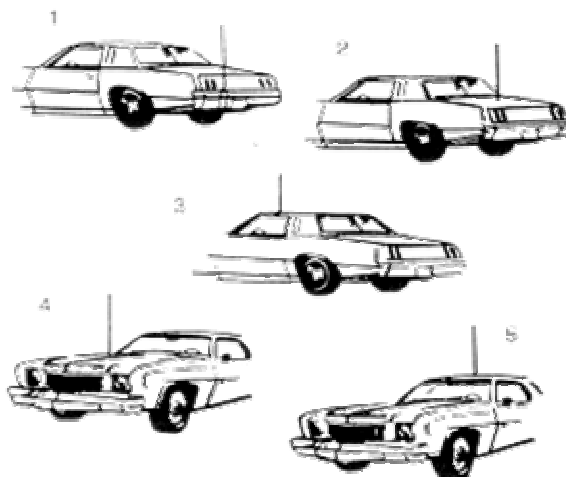

Рис. 6. Типичные места установки автомобильных антенн.
1,2 м, в различных конструктивных исполнениях с креплением через отверстие в крыше, на кронштейне за отбортовку водостока или на магнитном основании (см. рис.6)
На рис. 6 показаны пять типичных мест установки автомобильной антенны: (1) задний бампер, (2) задняя крышка багажника, (3) отбортовка для стока воды, (4) капот, (5) крыша.